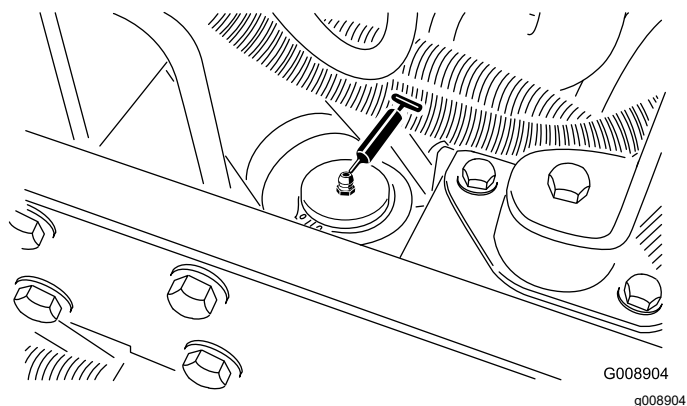

Рисунок 41
- Гидроцилиндр рулевого механизма (Рисунок 41).